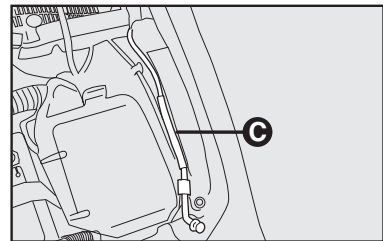

fig. 92
3) Levantar o capô segurando-o pela parte central e, simultaneamente, soltar a vareta de suporte do seu dispositivo de bloqueio **C-fig. 92**.